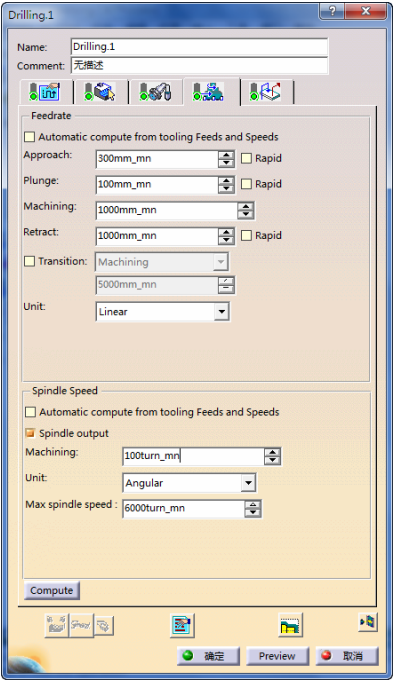

图 6-105 进给率参数选项卡 (6)
4) 定义进给率。单击“Drilling.1”对话框中的，切换到进给率参数选项卡 (6)，如图 6-105 所示。